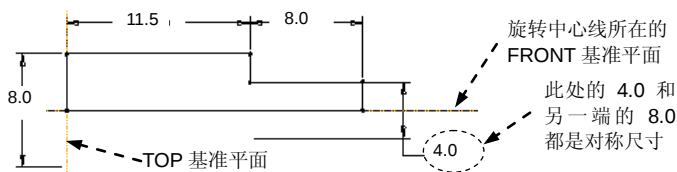

图 5.11.3 截面草图
(2) 定义截面草图的放置属性。选取 **RIGHT** 基准平面为草绘平面, 采用模型中默认的方向为草绘视图方向; 选取 **TOP** 基准平面为参照平面, 方向为 **左**; 单击对话框中的 **草绘** 按钮。
(3) 系统进入草绘环境后, 绘制图 5.11.3 所示的旋转特征旋转中心线和截面草图。
① 单击“直线”按钮中的“创建 2 点几何中心线”按钮，在 FRONT 基准平面所在的线上绘制一条旋转中心线（如图 5.11.3 所示）。
② 绘制绕中心线旋转的封闭几何；按图中的要求标注、修改、整理尺寸；完成特征截面后，单击“草绘完成”按钮。
(1) 在操控板中选取旋转角度类型（即草绘平面以指定的角度值旋转）。
(2) 再在角度文本框中输入角度值 360.0，并按 Enter 键。